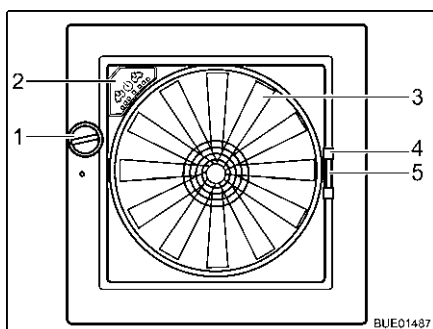

Bild 124 Taklucka Omni-Vent
**Öppna:** ■ Vrid på vredet (Bild 124,1) tills önskad öppningsvinkel har nåtts.
**Stänga:** ■ Vrid på vredet (Bild 124,1) tills takluckan är helt stängd.
**Stänga:** ■ Dra insektskyddet i handtaget (Bild 124,4) till motstående ramsida.
**Stänga:** ■ Tryck ihop mörklägningsgardinens handtag (Bild 124,5).
- Fläkt** När takluckan är öppen kan kupén ventileras och vädras med fläkten (Bild 124,3) i 6 nivåer. Fläkten regleras via reglagen (Bild 124,2).